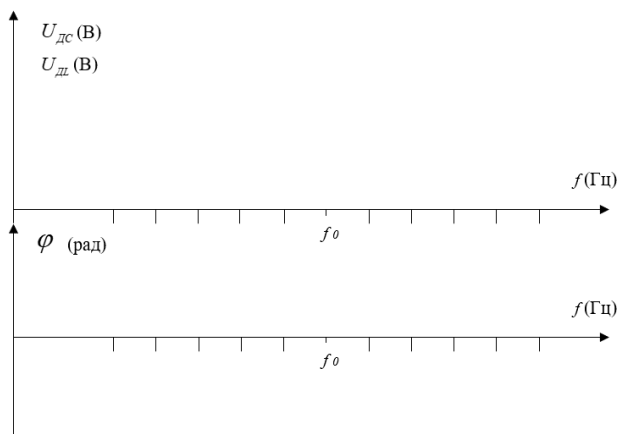

Рис.8.2
2.3 В системі координат  $f \times \varphi$  (рис. 8.2) побудувати фазочастотну характеристику досліджуваного кола.
3.3 За результатами, отриманими в п. 3.2, в системі координат  $f \times U_{дл}, U_{дс}$  побудувати графіки залежності досліджуваних напруг від частоти (Рис.8.2).